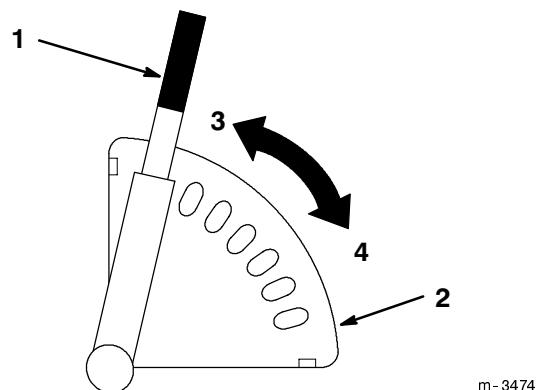

Abbildung 15
1. Den Traktor starten, die Feststellbremse anziehen und das Deck anheben. Vom Traktor absteigen. Den Schnitthöhenhebel herausziehen, um ihn vom Stellbogen zu lösen. Die Schnitthöhe wie gewünscht einstellen. Den Hebel loslassen, um ihn im Stellbogen einzurasten (Abb. 15).